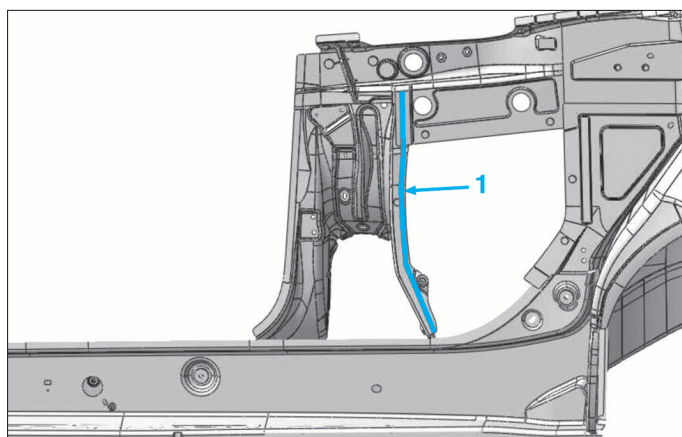

FIG. 79
- Appliquer de la colle structurale sur la ligne (1) (Fig.79).